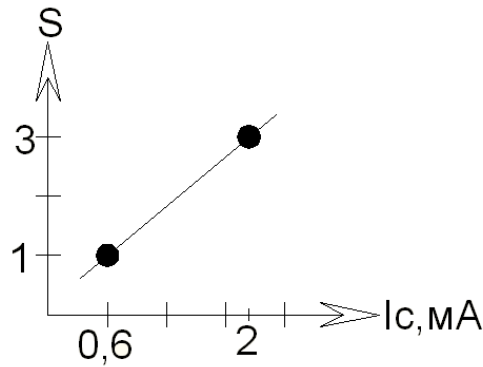

Рисунок 2.4
Апроксимуємо залежність $S = \varphi(I_c)$ для заданого транзистора прямою лінією (рисунок 2.4). Для цього виберемо дві її точки:
6. За наведеною передавальною характеристикою транзистора (рисунок 2.4) знайдемо напругу затвора покою $U_{3n} = 1,155В$.